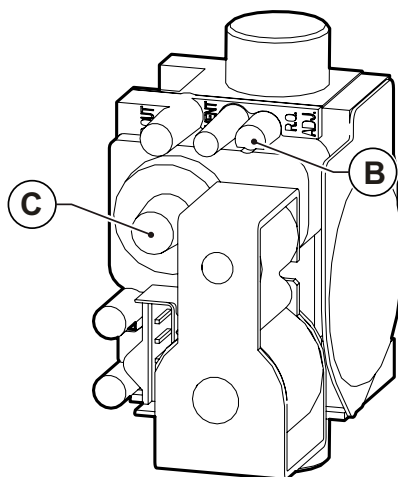

Fig. 36 Reglare valoare dioxid de carbon KR 45 - KR 60
- Reglați valoarea dioxidului de carbon (CO₂) din gazele arse, rotind regulatorul de raport **B** (vezi Fig. 36 Reglare valoare dioxid de carbon KR 45 - KR 60) și asigurați-vă că reintră în limitele din Tab. 1 Date de calibrare KR 45 și a Tab. 2 Date de calibrare KR 60.
- Reglați valoarea dioxidului de carbon (CO₂) din gazele arse, rotind regulatorul **C** (vezi Fig. 36 Reglare valoare dioxid de carbon KR 45 - KR 60) și asigurați-vă că reintră în limitele din Tab. 1 Date de calibrare KR 45 și a Tab. 2 Date de calibrare KR 60.